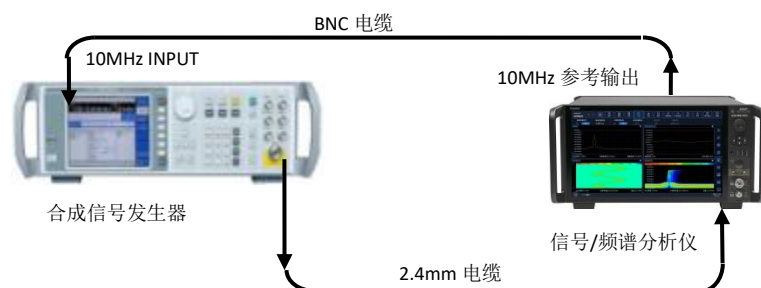

图 7.7 射频输入 1 端口标记计数测试示意图
- 1) 按照图 7.7 连接测试设备, 4082 的 10MHz 输出端接合成信号发生器的 10MHz INPUT 端口, 合成信号发生器的射频输出端接 4082 的信号射频输入 1 端口;